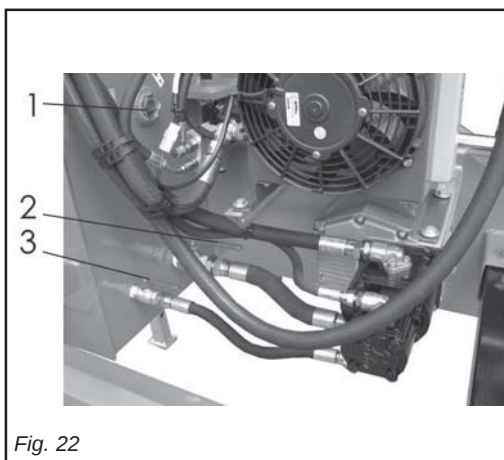

Fig. 22
- Verificare che il livello dell'olio idraulico nel serbatoio corrisponda alla mezzzeria della spia di livello (1 Fig. 22). Se è necessario, eseguire il rabbocco con olio ARNICA 46 o OSO 46 (o similare ISO-L-HM) utilizzando recipienti puliti e indossando DPI come da paragrafo: Dispositivi di protezione individuale.
- Controllare che i rubinetti (2 Fig. 22) e (3 Fig. 22) di intercettazione sui circuiti di aspirazione delle pompe siano aperti; nel caso di allestimento soffiatore con impianto proprio (SPDM o SPDE) è presente un terzo rubinetto vicino al (2, 3 Fig. 22), ovviamente deve essere aperto anche questo.
- Make sure that the level of the hydraulic oil in the tank reaches the halfway mark of the level telltale (1 Fig. 22). If necessary, top up with ARNICA 46 or OSO 46 oil (or similar ISO-L-HM), using clean vessels and wearing PPE as described in the section about: Personal Protection Equipment.
- Make sure that the on-off cocks (2 Fig. 22) and (3 Fig. 22) on the pump suction circuits are open. If the fan is installed with its own system (SPDM or SPDE), there is a third cock near (2, 3 Fig. 22), which must obviously be opened as well.
- Verificați ca nivelul uleiului hidraulic din rezervor să corespundă cu linia mediană a semnelui de nivel (1 Fig. 22). Dacă este necesar, completați cu ulei ARNICA 46 sau OSO 46 (sau similar ISO-L-HM) utilizând recipiente curate și purtând DPI menționate în: Dispozitive de protecție individuale.
- Controlați ca robinetele (2 Fig. 22) și (3 Fig. 22) de interceptare de pe circuitele de aspirare ale pompelor să fie deschise; în cazul în care este în dotare suflantă cu instalație proprie (SPDM sau SPDE) este prezent un al treilea robinet aproape de (2, 3 Fig. 22), care desigur trebuie să fie deschis.